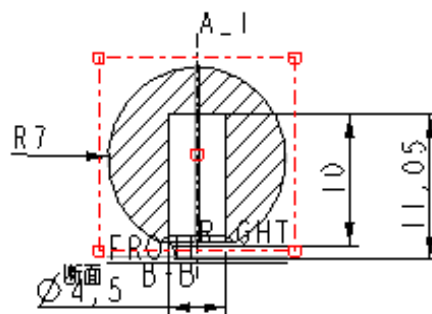

図 10-43 B-B 断面表示
6) 「図面ビュー」設定ボックスを閉じたら「正面図」を一回クリックすると正面図が図 10-43 に表示する 2 次元断面図表示に変わる。断面 B-B の注記が表記あされる。